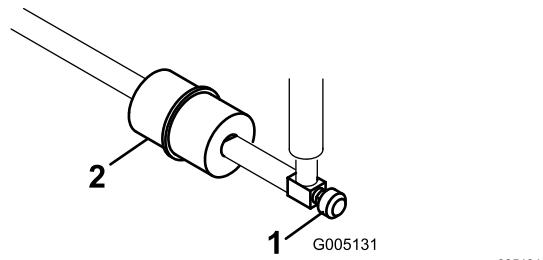

Figura 30
El tubo de combustible lleva incorporado un filtro en línea entre el depósito de combustible y el carburador (Figura 30).
- Cierre la válvula de cierre de combustible, afloje la abrazadera en el lado del carburador del filtro y retire el tubo de combustible del filtro (Figura 30).
- Coloque un recipiente debajo del filtro, afloje la otra abrazadera y retire el filtro (Figura 30).